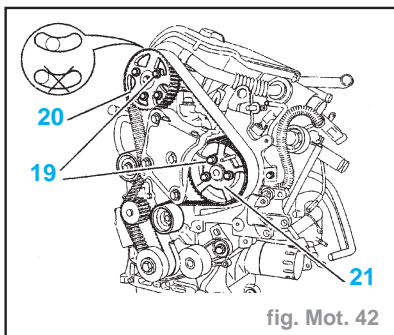

fig. Mot. 42
- Tourner le galet-tendeur (16) dans le sens inverse des aiguilles d'une montre (à l'aide de l'outil [10] (-).0188-J1).
- Serrer l'écrou (23) à **1,8 daN.m** (sans modifier la position du galet (16)).
Impératif : En déposant une vis (19) sur chacune des poulies (20) et (21), s'assurer que ces vis (19) ne sont pas en butée de boutonnière. Dans le cas contraire, reprendre l'opération de repose de la courroie de distribution (fig. Mot. 42).